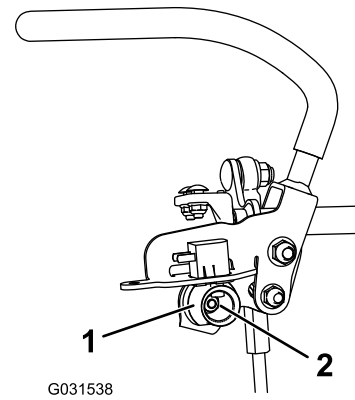

Figura 73
6. Afloje la tuerca que sujeta la leva (Figura 73).